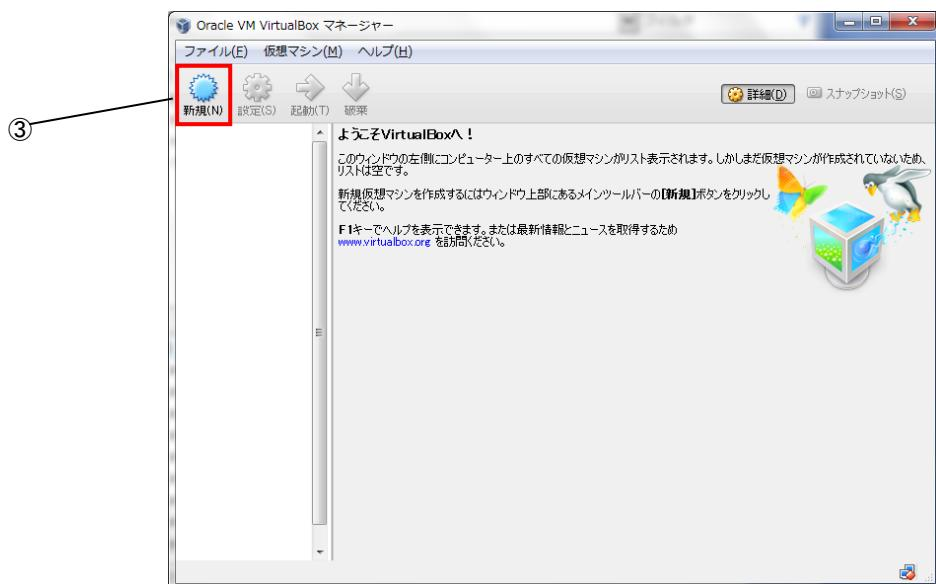

図 3-2-4-2. VirtualBox メイン画面
- ④ 図 3-2-4-3 のマシン名と OS 種類選択画面に変わるので、[名前 (N)]には[Algonomix4_development]と入力します。
- ⑤ [OS タイプ(T)]では[Linux][Ubuntu (32bit)]を選択します。
- ⑥ [次へ(N)]をクリックします。